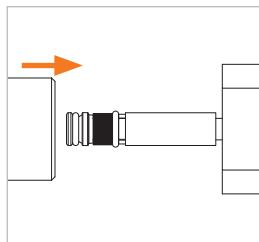

Figure 2
- ▶ Appliquer la pression pilote au connecteur. Les mâchoires de serrage coïncident et le raccordement de la pièce d'essai est possible (*Figure 2*).